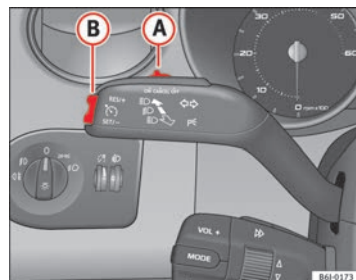

Fig. 109 Palanca de intermitentes y de luz de carretera: mando y tecla basculante para el regulador de velocidad
- Cuando se haya alcanzado la velocidad que se quiere programar, pulse brevemente la parte inferior de la tecla basculante **SET** $\Rightarrow$ fig. 109 **B** una vez.